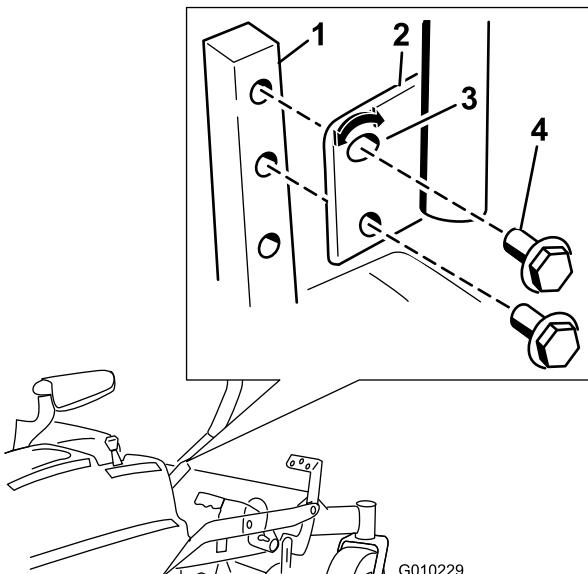

Figura 28
1. Retire los 2 pernos que fijan la palanca de control al brazo de la palanca (Figura 28).
2. Mueva la palanca al juego de taladros siguiente. Fije la palanca con los 2 pernos (Figura 28).
2. Afloje el perno inferior lo suficiente para poder desplazar hacia adelante o hacia atrás la palanca de control (Figura 28). Apriete ambos pernos para fijar el control en la posición nueva.